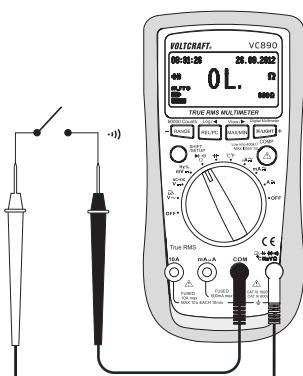

Fig. 7
- Allumez le DMM et sélectionnez la plage de mesure « Ω ». Appuyez sur la touche SHIFT/SETUP (3) jusqu'à ce que le symbole du test de diodes \blacktriangleright s'affiche à l'écran.
- Insérez le cordon de mesure rouge dans la douille de mesure °CHzVΩ (7), le cordon de mesure noir dans la douille de mesure COM (8) (Fig. 7).